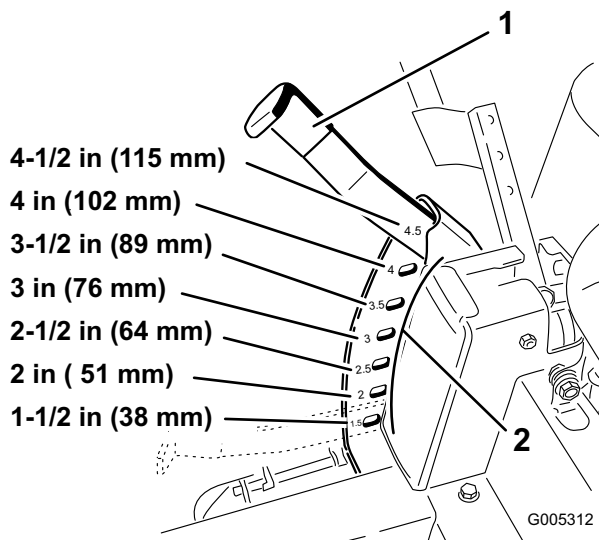

Figure 14
1. Relevez le levier de sélection de hauteur de coupe en position de transport, à la position de réglage 4,5 (qui correspond aussi à la hauteur de coupe de 115 mm [4-1/2 pouces]) (Figure 14).